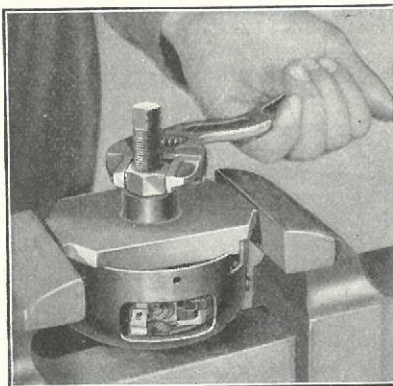

Fig. 491
- 962** Fjern Akselbøsningen i Børsteholderhuset med en Lejedorn (som vist i Fig. 491 og 492-A), hvis den er slidt.